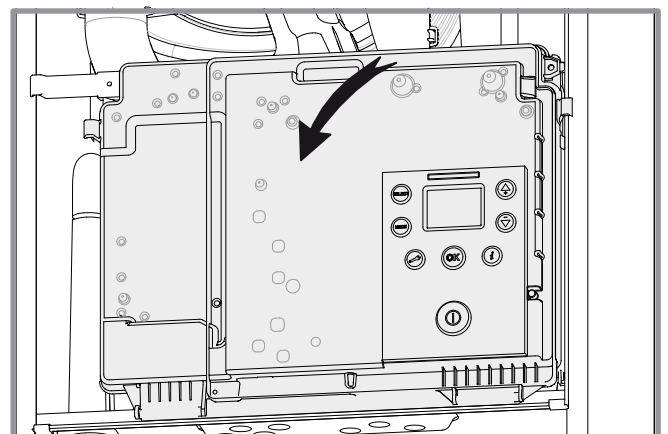

figura 20 - Acceso al cuadro eléctrico
- Baje el cuadro eléctrico (figura 20). En el momento de la abertura, sujete el cuadro.